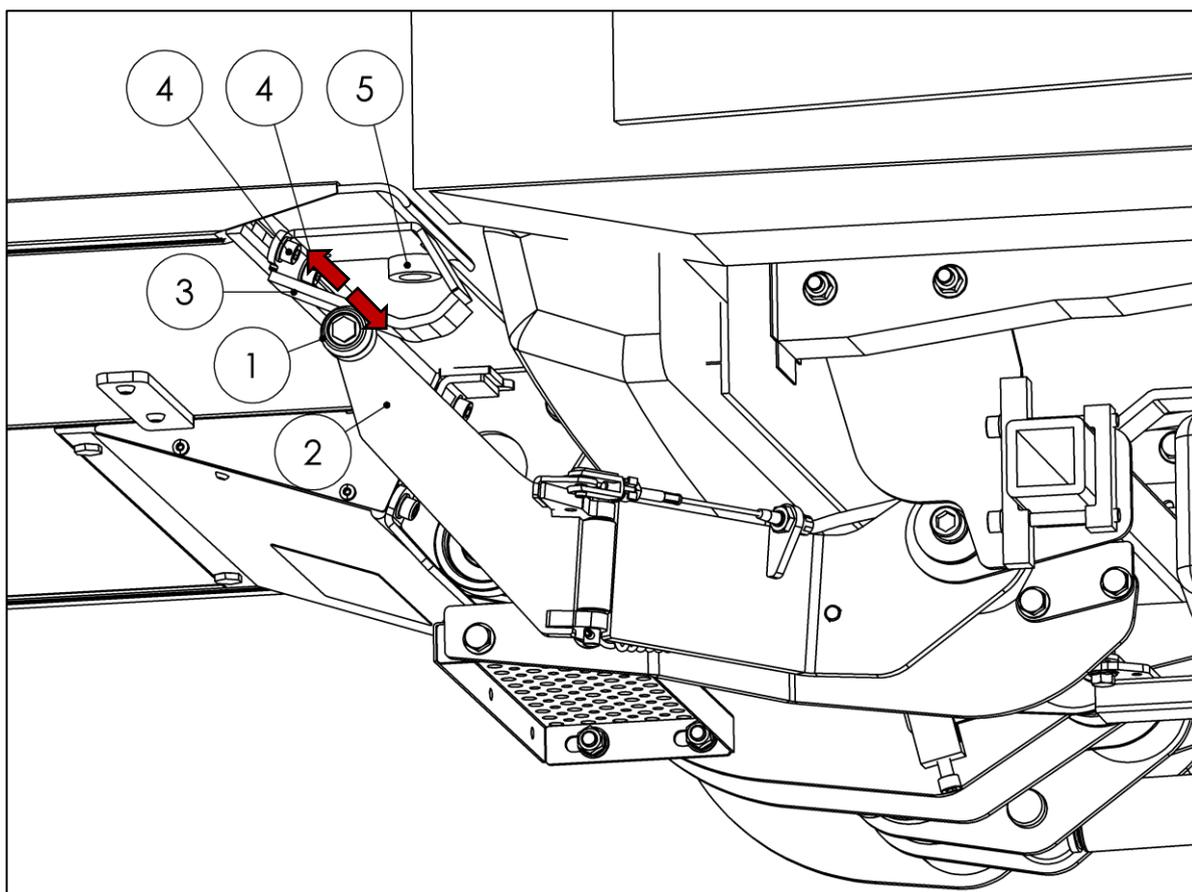

Fig. 75
IMPORTANTE: El rodillo (1) del brazo de soporte (2) debe permanecer contra el tope (3) durante todo el proceso de elevación. Si es necesario, afloje el tope (3) y muévalo ligeramente aflojando 2 tornillos de cabeza cilíndrica (4). Al mismo tiempo, el tope (3) no debe desplazarse demasiado. Cuando la plataforma está doblada, el espaciador de plástico (5) debe mantener la plataforma en su lugar (ver Fig. 75).